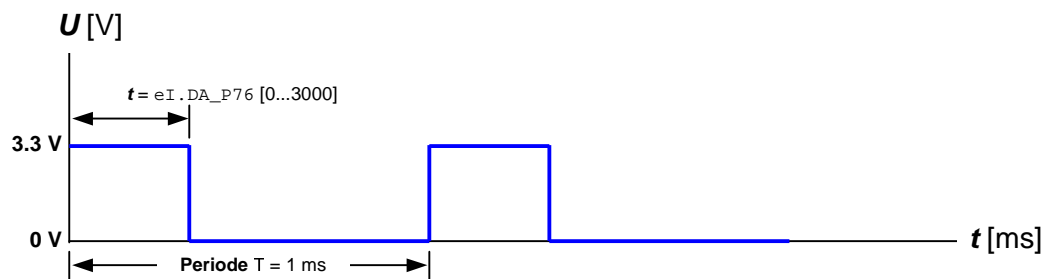

Abbildung 8: Puls- und Periodendauer beim Signal des PWM-Outputs OP76 (Frequenz = 1kHz).
Im Register `eI.DA_P76` wird mit einem Integerwert die Pulsdauer für den PWM Output OP76 (vgl. Abbildung 3) festgelegt. Der Registereintrag kann Werte zwischen 0 und 3000 annehmen, wobei die Pulsdauer $t = 3000$ (vgl. Abbildung 8) der vollen Periodenlänge (T) entspricht. Die Frequenz des Signals beträgt 1kHz und kann zur Zeit (Stand 22.10.07) noch nicht geändert werden.